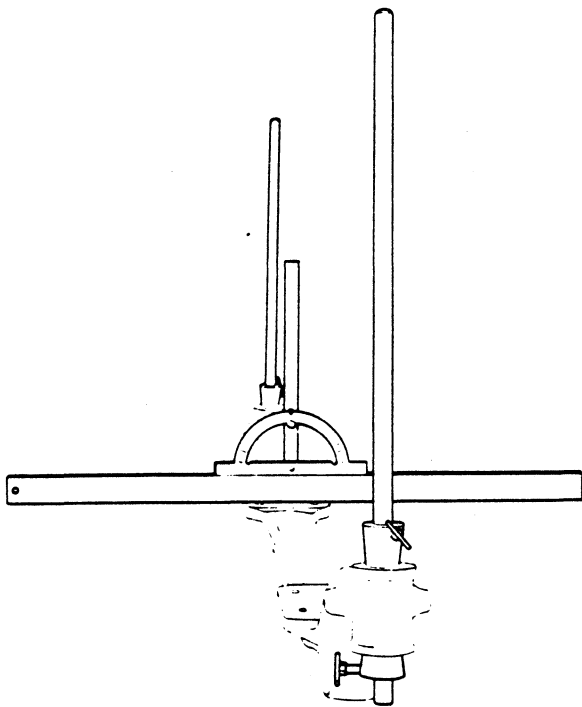

Fig. 5
6. Indien in handeling 4 de meetstokken evenwijdig staan, moet hun stand t.o.v. de aspadden gemeten worden. Plaats daarvoor een rij met gradenboog op het aspad. De hoek die gemeten moet worden bedraagt 90° (Fig. 5).